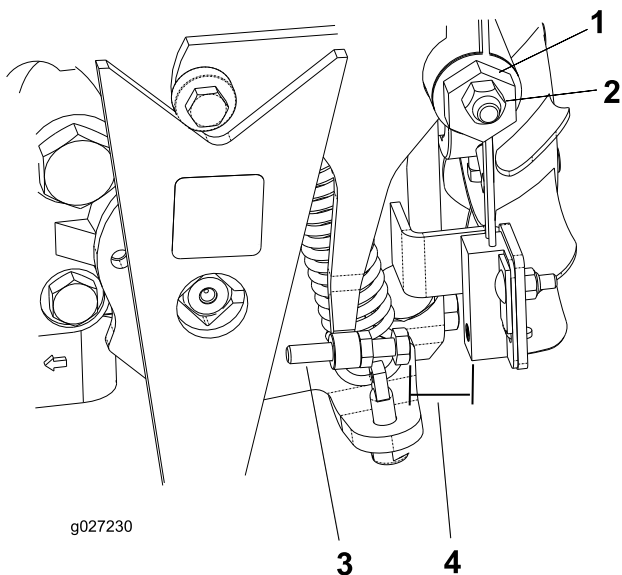

Figura 36
4. Desaperte a porca de bloqueio no excêntrico de tração (Figura 36).
- Ligue o motor e rode o excêntrico sextavado (Figura 36) em ambas as direções para determinar a posição intermédia do ponto morto.
- Ajuste o parafuso até a folga de ar ser de 0,8 a 2,3 mm; consulte Figura 36.